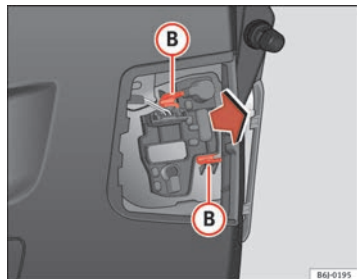

Abb. 153 Lampenfassung ausbauen
- Die Lampenfassung durch Drücken der Halteclips **(B)** ⇒ Abb. 153 herausziehen.